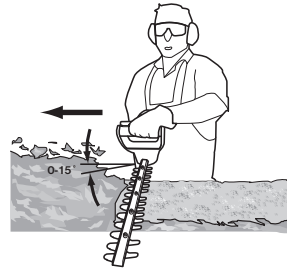

Fig. 6
6. Una vez cortados los laterales, proceda a la parte superior. Intente mantener el dispositivo de corte en un ángulo de aproximadamente 15° con respecto a la superficie de corte (Fig. 6).